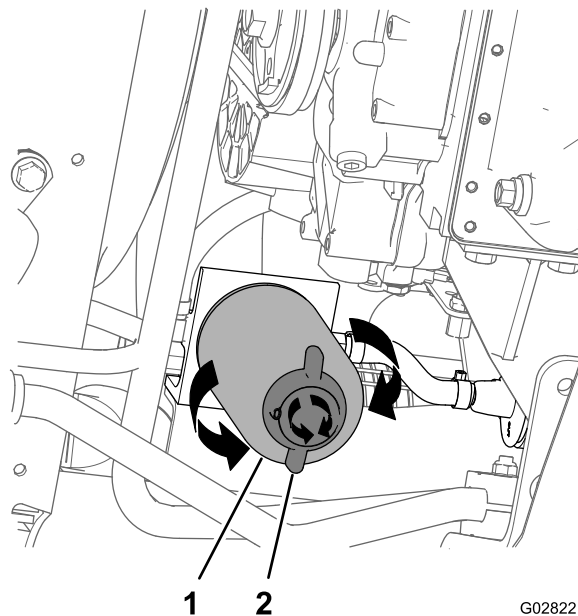

图56
4. 在燃油滤清器下面放置一个放油盘请参阅 更换水分离器过滤筒 \(页码 38\) 中的 图56。
- 在水分离器过滤筒下放置一个排水盘 图56。
- 逆时针旋转水分离器过滤筒底部的排水阀 图56。
- 清洁水分离器过滤筒和滤清器安装座的安装区域 图56。
- 拆下水分离器过滤筒 图56。
- 确保水分离器过滤筒底部的排水阀是按照顺时针方向旋转牢牢拧紧的 图56。